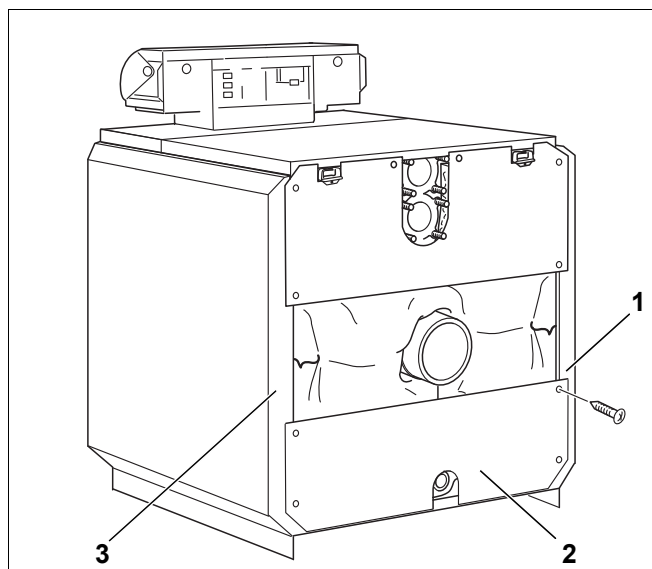

Рис. 40 Монтаж нижней задней стенки
- Прикрепите нижнюю заднюю стенку (рис. 40, [2]) вырезом для подключения и слива вниз к боковым стенкам (рис. 40, [1] и [3]).